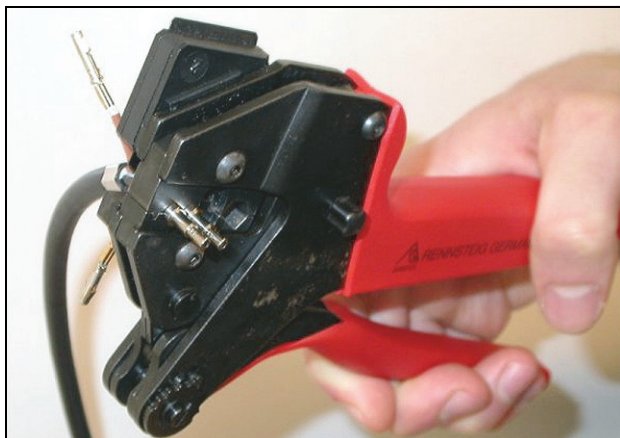
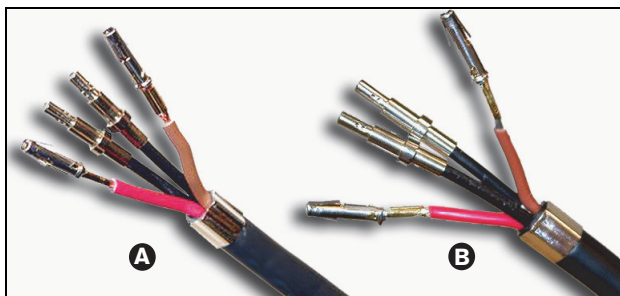

figura 30.25: Crimpatura delle armature (3)
figura 30.26: Armature sulle fibre
- 25 Crimpare le armature sulla guaina utilizzando l'apposita pinza (utensile 3, vedere figura 30.25). Vedere la figura 30.26 per il risultato di questa parte della procedura di montaggio del connettore sul cavo.